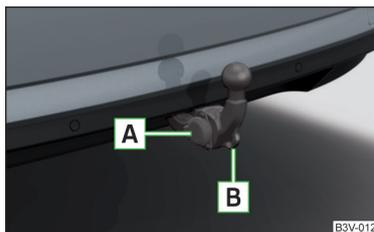

Fig. 222
- Branchez la prise mâle du câble de la remorque dans la prise à 13 pôles **A** » fig. 222.